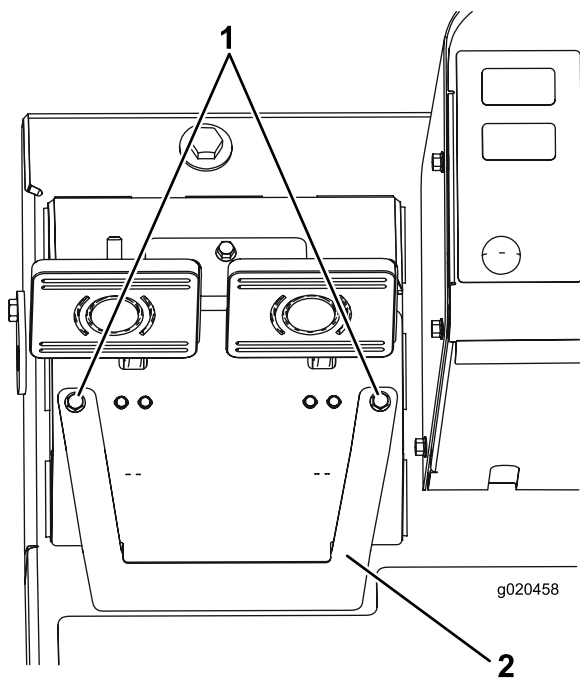

Figura 91
- A. Allentate le 2 viti di fissaggio e rimuovete il coperchio di regolazione dei freni (Figura 91).